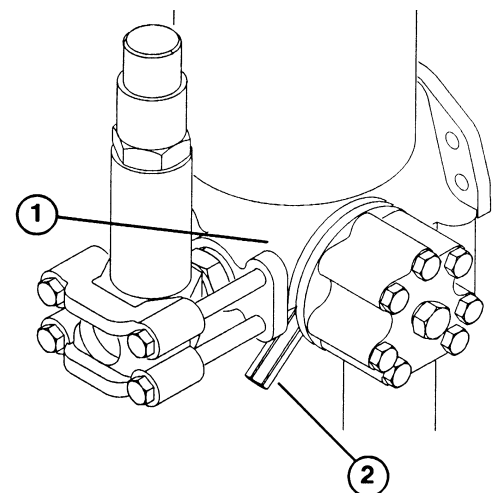

Bild 10
6. Unter die Haube greifen und das Entlüftungsventil am Hauptventil an der Rückseite der Maschine aufbrechen (Bild 10). Das System solange entlüften, bis ein gleichbleibender Strom Wasser aus der Öffnung kommt, dann das Ventil wieder schließen.